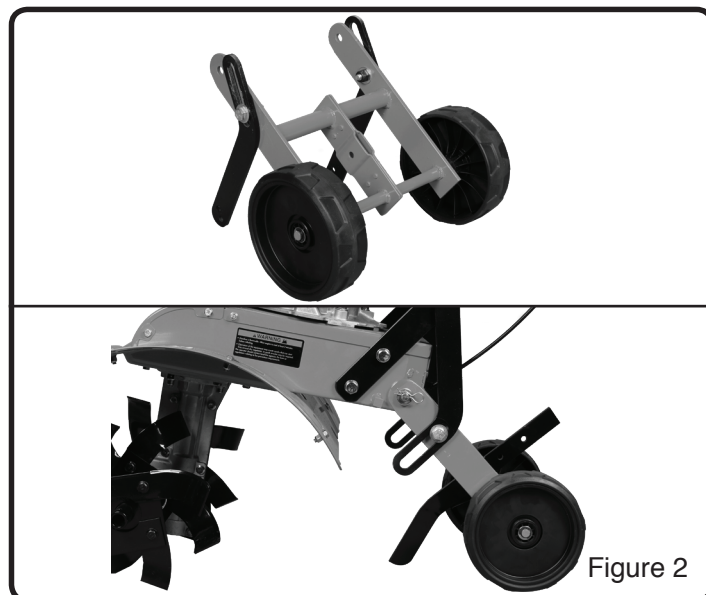

Figure 2
1. Installez les roues sur le cadre en retirant une goupille bêta et une rondelle plate d'une extrémité de la tige du pivot. Retirez la tige du cadre. Alignez les trous de pivot des roues sur les trous de pivot du cadre. Installez la tige de pivot et fixez-la solidement en installant à nouveau la rondelle plate et la goupille bêta. (Voir Figure 2)